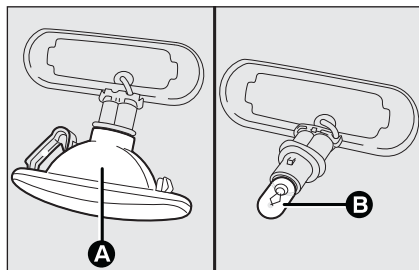

fig. 28
- ☐ saque la pantalla transparente **A**-fig. 28 del portalámpara (está introducido a presión);